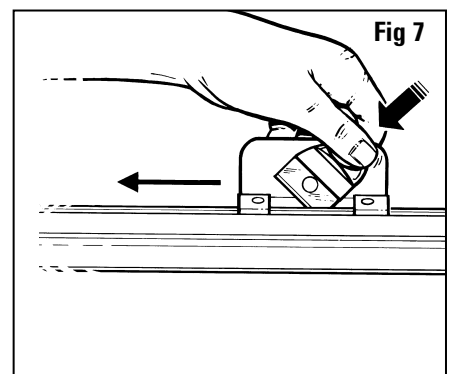

Fig 7
- Placez la main gauche sur le support de lame rétractable avec le pouce sur l'emplacement prévu pour lui. Alignez l'indicateur de début et de fin avec le trait au crayon, insérez la lame et tirez le couteau biseauté vers soi avec la main gauche. **Fig. 7**
- Legen Sie Ihre linke Hand auf den einziehbaren Klingenhalter und legen Sie Ihren Daumen auf die Einkerbung. Markieren Sie den Anfang und das Ende des Schnitts, stecken Sie die Klinge ein und ziehen Sie den Winkelschneider mit Ihrer linken Hand zu sich hin. **Abb. 7**
- Ponga su mano izquierda en el sujetador de la cuchilla retractable con su pulgar en la hendidura. Alinee el indicador de inicio y de parada con la línea de lápiz más alejado, inserte la cuchilla y tire del cortador de bisel hacia usted con su mano izquierda. **Fig. 7**
- Appoggiare la mano sinistra sul portalama retrattile con il pollice sull'apposito incavo. Allineare l'indicatore di inizio e di fine con il tratto di matita lontano, inserire la lama e tirare verso di voi la taglierina per passepartout a smusso con la mano sinistra. **Fig. 7**